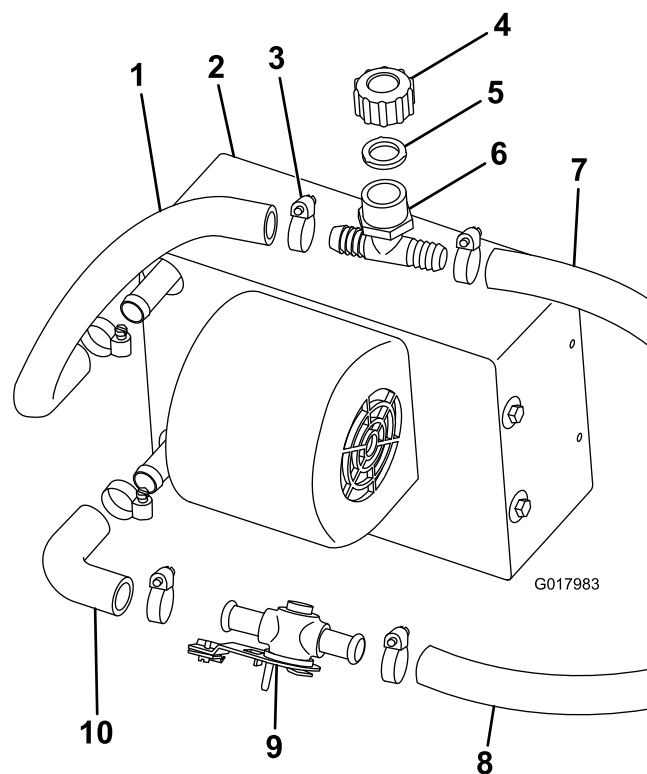

図 19
1. ヒーターアセンブリの下側フィッティングにエルボホースをクランプで取り付ける 図 19。
2. ホースクランプを使って、ヒーターバルブをエルボホースに取り付ける 図 19。
3. ホース $\frac{5}{8}$ " = 15 mm を、36 cm の長さに切断し、それをヒーターアセンブリの上部フィッティングにホースクランプで固定する 図 19。
4. ホースクランプを使って、補給口、ガスケット、キャップを、上部ヒーターホースに取り付ける 図 19。